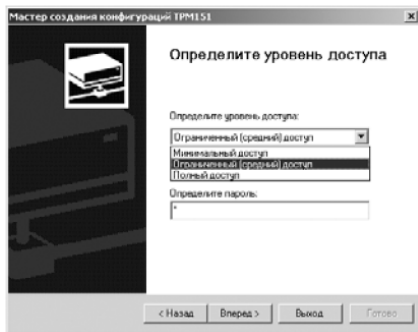

Рисунок 10.3
**Если модификация успешно считана**, на экране сразу появится окно с приглашением выбрать уровень доступа (см. рисунок 10.3).
Выберите модификацию Вашего прибора («Модификация № 1»). Нажмите кнопку [Вперед>] – откроется окно с приглашением выбрать уровень доступа (рисунок 10.3). Переходите к п. 4.